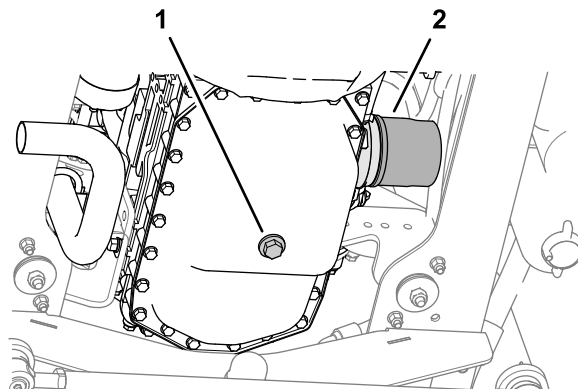

**Figura 55**
1. Togliete il tappo di spurgo e lasciate defluire l'olio in una bacinella (Figura 55).